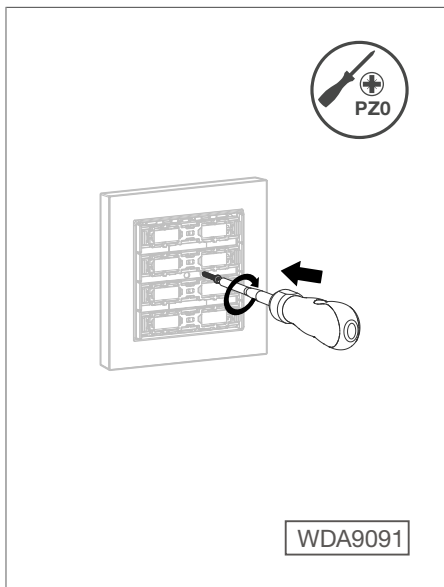

Fig. 11: Realizzare la protezione contro lo smontaggio
- Se necessario, utilizzare la vite per garantire una protezione contro lo smontaggio (Fig. 11).